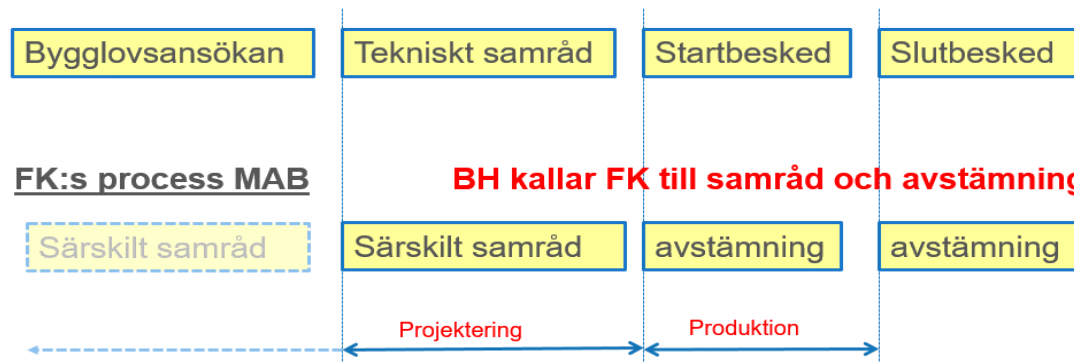

Bild 3. Jämförelse mellan SBK:s och FK:s respektive processer.
Jämförelse mellan Stadsbyggnadskontorets (SBK) bygglovsprocess och fastighetskontorets (FK) process avseende miljöanpassat byggande, se **Bild 3** nedan.
I de fall BH gör en förprojektering, söker bygglov och sedan utför en detaljprojektering ska det särskilda samrådet hållas i anslutning till det tekniska samrådet hos byggnadsnämnden enligt principen i bild 3 nedan. I de fall BH väljer att inleda detaljprojektering tidigt ska det särskilda samrådet hållas så tidigt som möjligt i projekteringsfasen för att fånga upp riktlinjerna i programmet.